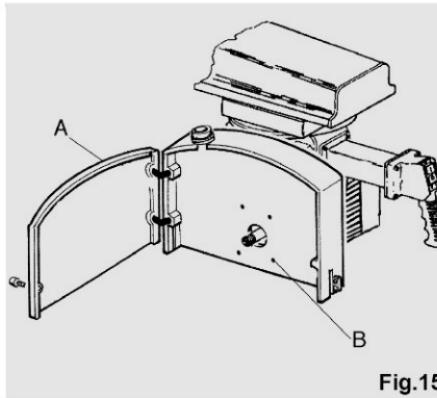
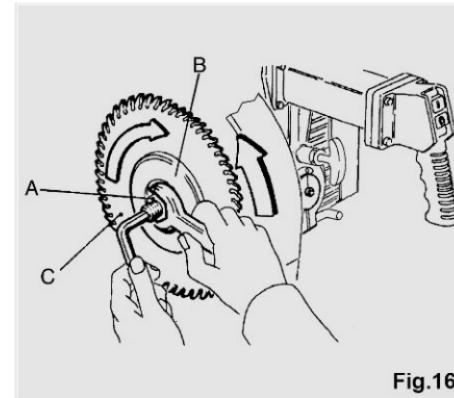

Fig.15
Fig.16
Aprire il carter coprilama (vedi punto A Fig.15), allentare il dado con filettatura sinistrorsa (A) di Fig.16 tenendo fermo l'albero motore inserendo una chiave a brugola e agire con una chiave esagonale aperta ruotandola in senso orario.